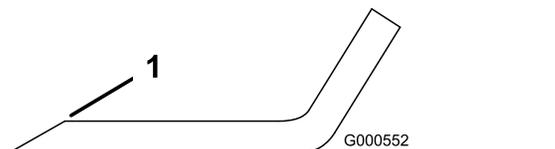

図 77
- ブレードは、左右の刃先をやすりで磨く図 77。
注 もし傾くようなら、重い方の裏面を少し削って調整する図 77。